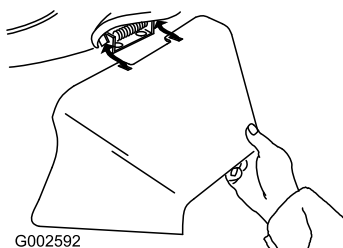

Bild 39
3. Setzen Sie den Seitenauswurfkanal ein und schließen Sie die Klappe auf dem Auswurfkanal (Bild 39).